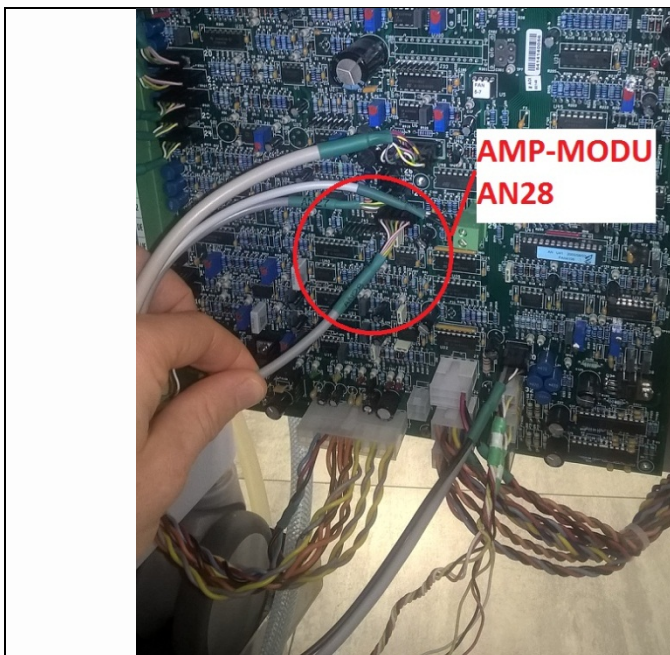

Rys. 31
29. Założyć plastikową tacę ochronną nad zasilaczem sieciowym i poprowadzić rurkę odpływową do dolnej części aparatu (**rys. 31**).
30. Podłączyć złącze D-Sub do przepływowierza różnicowego (**rys. 31**).